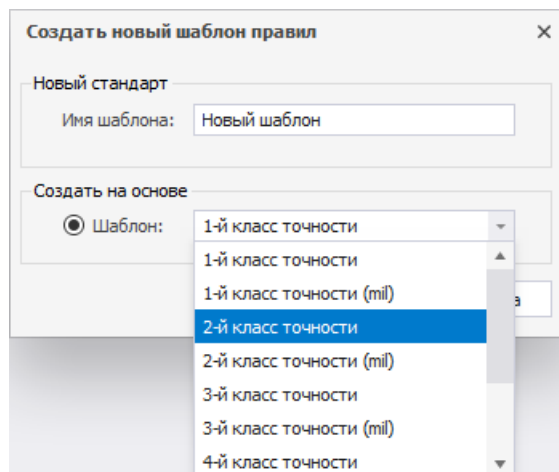

Рис. 98 Добавление шаблона правил
2. Введите имя шаблона и выберите источник исходных данных для нового шаблона (шаблон правил в Стандартах системы) в поле «Создать на основе», Рис. 98. Источник исходных данных выбирается с помощью выпадающего списка.